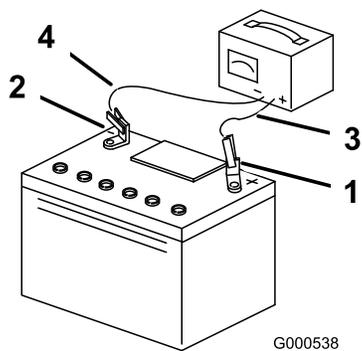

Figura 52
4. Quando a bateria estiver totalmente carregada, desligue o carregador da tomada eléctrica e em seguida desligue os cabos do carregador dos bornes da bateria (Figura 52).